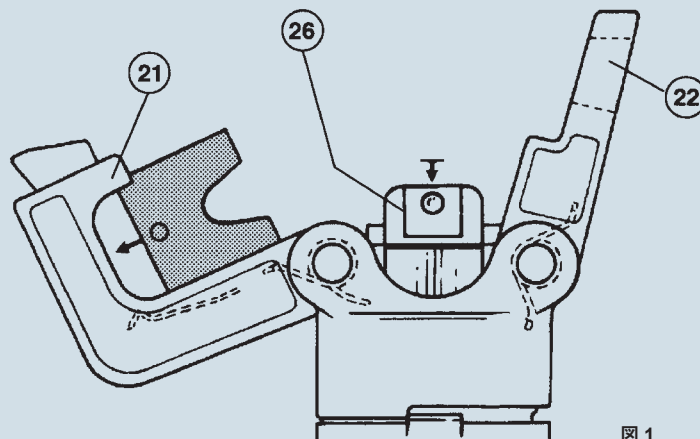

図 1
コンタクトに適合するダイス 1 組を選び、図 1、図 2 をご参照の上、ダイスを各取り付け部に装着します。1 つをダイス用台座 (21) へ、もう 1 つをダイス押し台座 (26) に取り付けます。(ダイスの各組のダイスは同じ形をしていますので、いずれの台座へも取り付け可能です) コンタクトをロケーター先端から入れ、ヘッドを閉じて下さい。コンタクト圧着部は、ダイスとダイスの間の開口部からのアクセスが可能です。